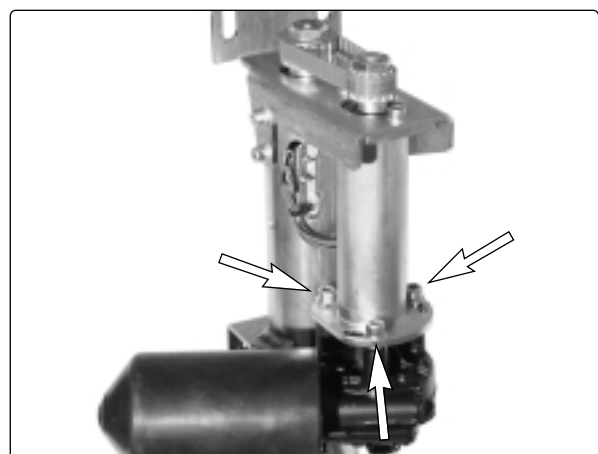

Abb. 36. Der Motor ist mit drei Schrauben befestigt.
3. Lösen Sie die drei Befestigungsschrauben des Motors, siehe Abb. 36.